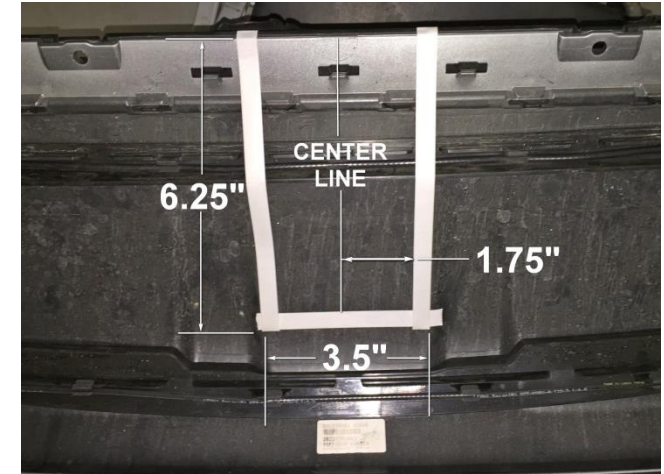

Figura 3
2. Recortar la fascia como se muestra en la Figura 3.
Recortar la fascia como se muestra en la Figura 3.